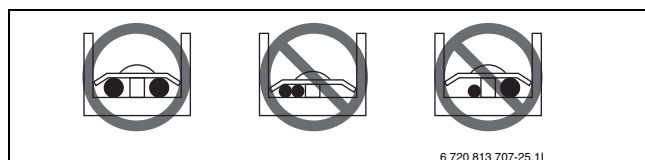

Fig. 28
- Ved tilslutning af lige kraftige kabler, se illustrationen (→fig. 28).